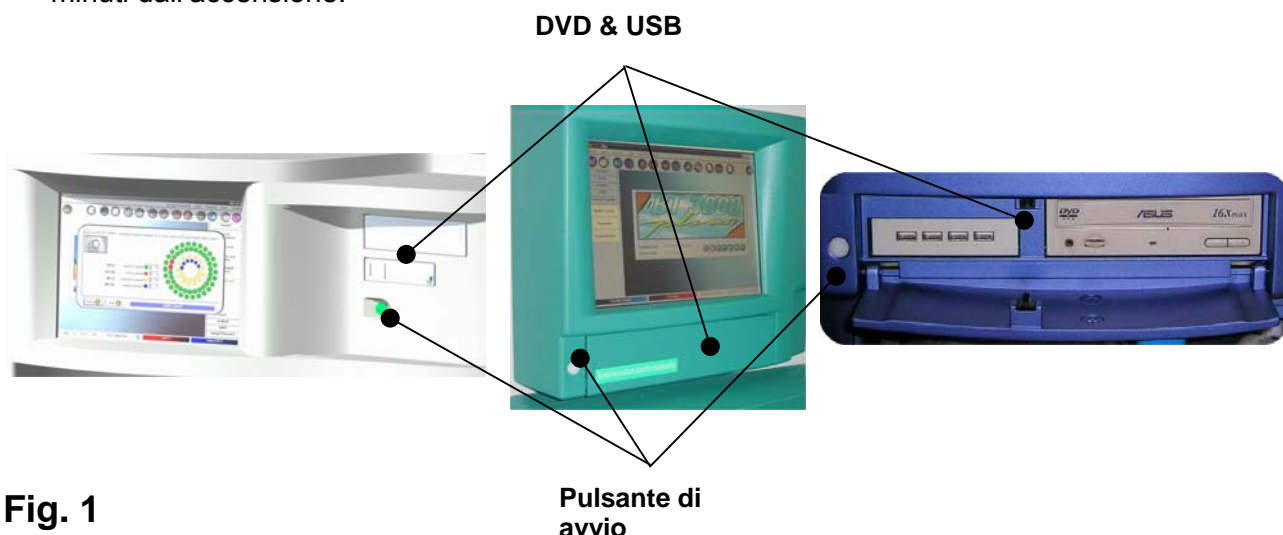

Fig. 1
- 3) Per avviare l'analizzatore, agire sull'interruttore generale presente sul lato posteriore dello strumento. Questa prima operazione alimenta solo il sistema di refrigerazione reagenti. Attivare il computer premendo brevemente il pulsante collocato sotto al display (**Fig. 1**). **ATTENZIONE:** Non premere questo tasto durante le fasi operative dell'analizzatore e ricordare che lo stesso pulsante, se premuto nuovamente, arresta lo strumento lasciando attivo solo il sistema di refrigerazione (vedi par. 1.6., cap. E, "**Procedura di spegnimento**"). Questa operazione potrebbe danneggiare irreversibilmente gli archivi dei pazienti. Per quanto concerne il **BT1500**, verificare che il PC esterno sia collegato all'analizzatore via USB, quindi avviare il computer ed il programma operativo dell'analizzatore .